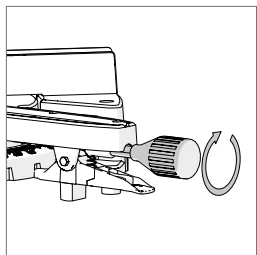

図29
- ・ ターンベース固定ノブを左に回してゆるめます。(図29)